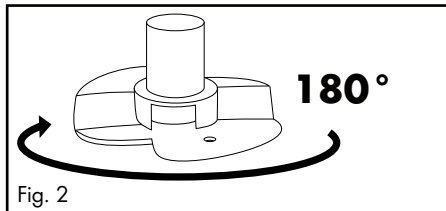
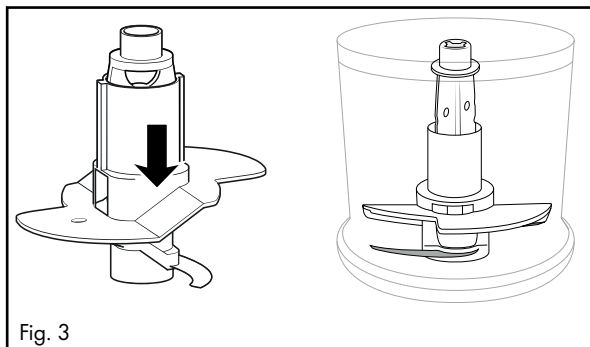

Fig. 2
Fig. 3
- For at piske 200 ml fløde skal du dreje piskedelen **10** 180° vandret (fig. 2), så den kun sidder på én kniv **7** og går i indgreb (fig. 3). Så piskes fløden hurtigere: